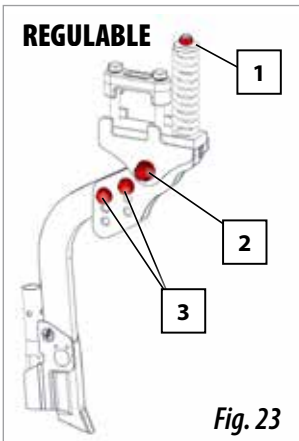

Fig. 23
Para regular la presión que ejercerá el brazo sobre el terreno debe actuar sobre la tuerca del muelle (1, Fig. 23). Estos brazos están sujetos al soporte mediante un tornillo estampado SOLÀ (2, Fig. 23) provisto de tuerca autoblocante, que al actuar sobre la misma se controla la holgura del brazo. Estos brazos son regulables en profundidad, permitiendo bajar los brazos para regular su altura:
- 1- Sacar los tornillos y tuercas (3, Fig. 23).
- 3- Introducir los tornillos y tuercas en el nuevo alojamiento (3, Fig. 23).